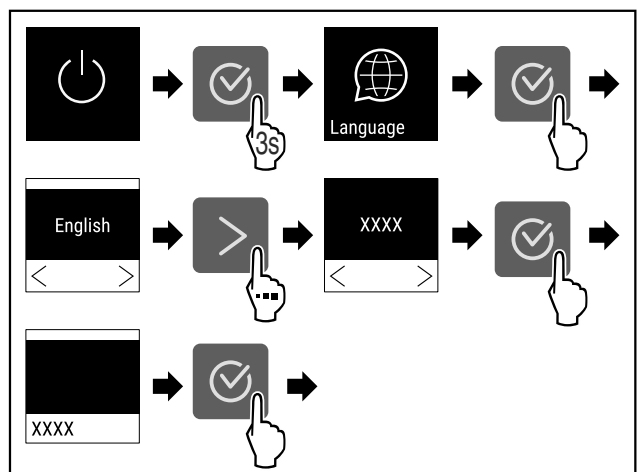

Fig. 54
- ▶ Genomför handlingsstegen (se Fig. 54).